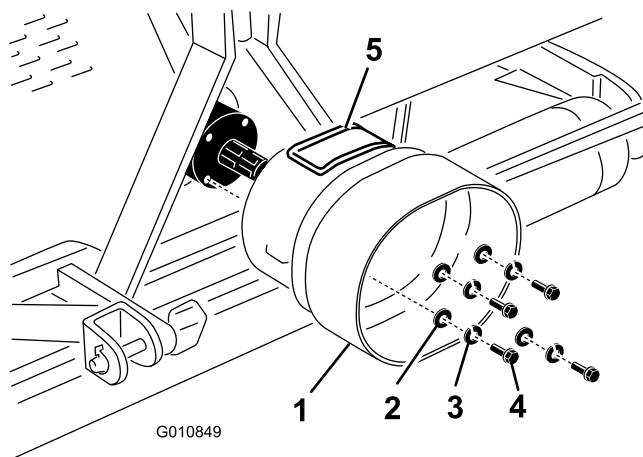

Figure 16
1. Retirez les 4 boulons, rondelles-freins et rondelles plates qui fixent l'arrière de la boîte d'engrenages de l'aérateur (Figure 16).
- Montez la protection de la PDF sur la boîte d'engrenages de l'aérateur avec les fixations retirées précédemment (Figure 16). Lors du montage de la protection de la PDF, veillez à positionner le panneau d'accès (Figure 16) en haut ou sur le côté de la configuration du bâti de l'aérateur.
Remarque: Le panneau d'accès (Figure 16) peut être ouvert pour faciliter le retrait et la remise en place des fixations de montage de l'arbre de PDF.